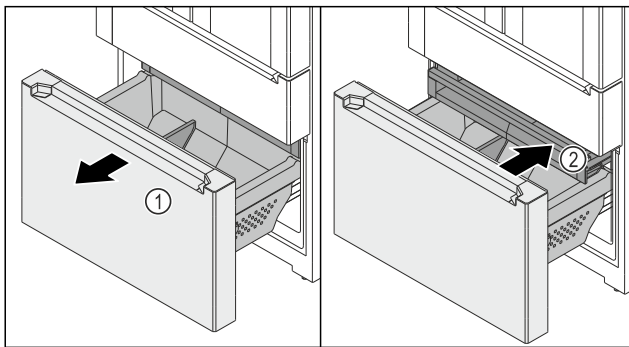

Fig. 148
- Vytiahnite vyťahovací vozík Fig. 148 (1) až na doraz.
- Zásuvka Fig. 148 (2) je automaticky vytiahnutá.
- Zasuňte zásuvku Fig. 148 (2).